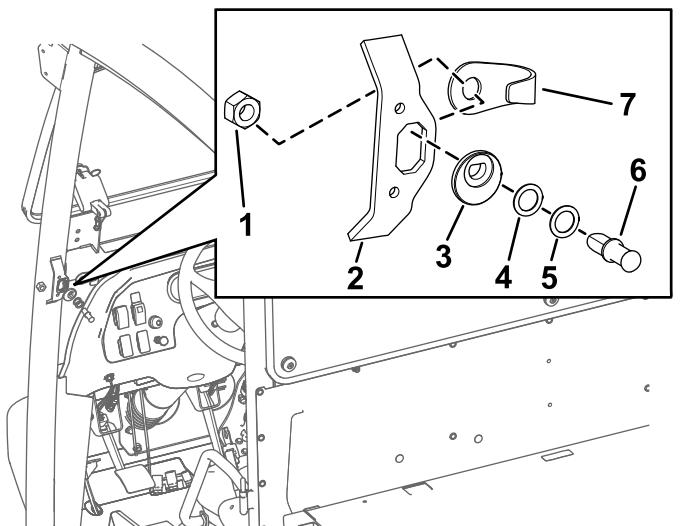

図3
2. 図3に示すように、ラッチピンのカムをストライカプレートの開口部に合わせて取り付ける。
3. ラッチピン最初はワッシャをつけずにラッチピンのカムに差し込む(図3)。
5. ラッチピンとジャムナットを、ストライカプレートの背面に合わせて取り付ける図3。
6. ジャムナットをラッチピンに手締めする図3。